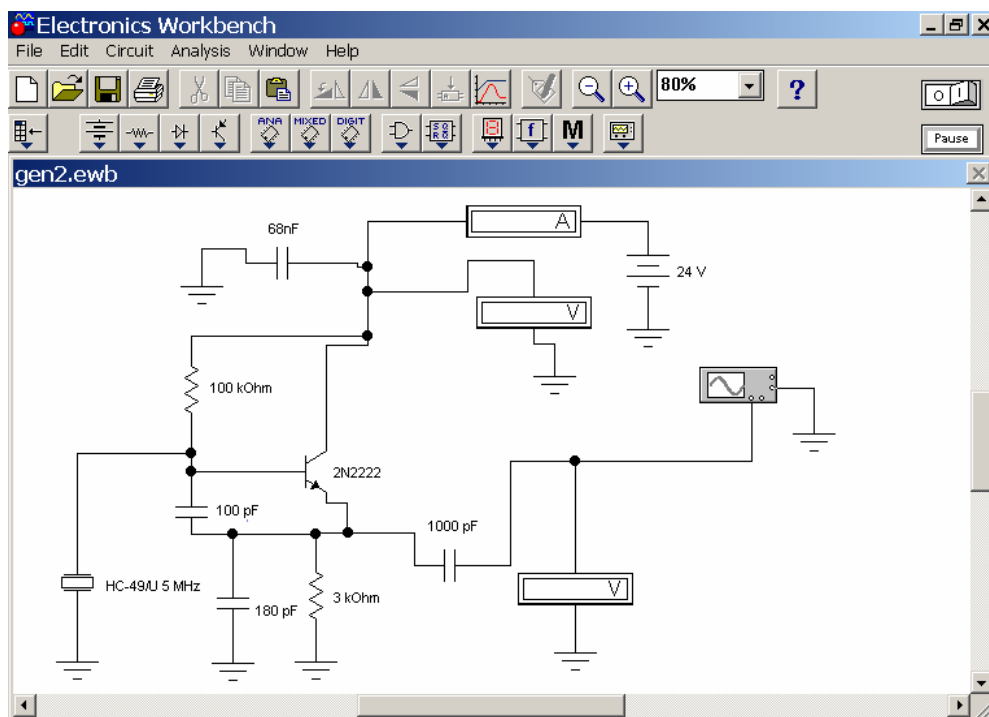
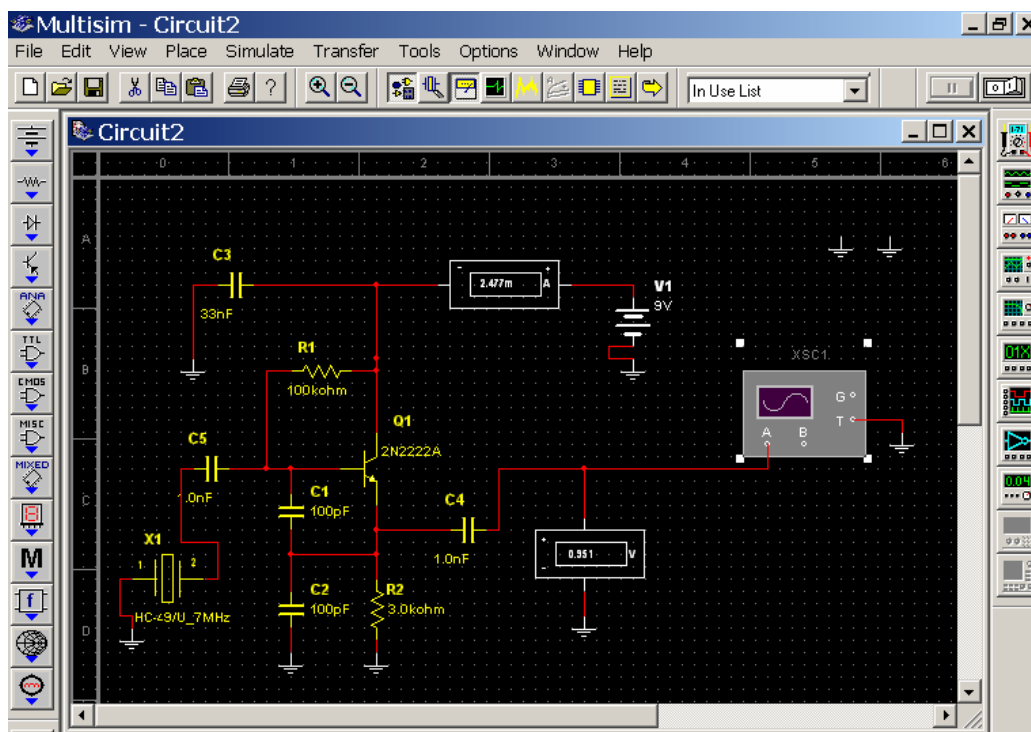
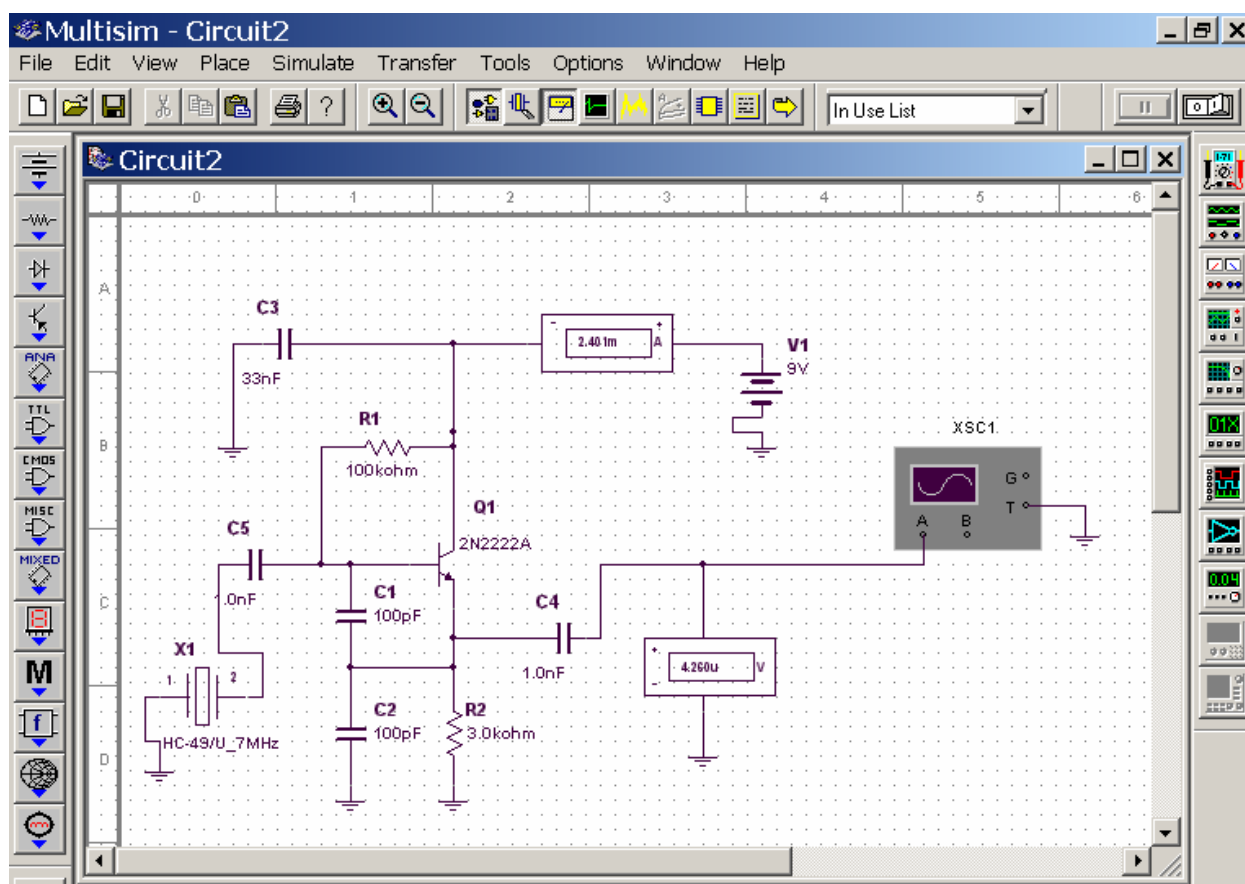
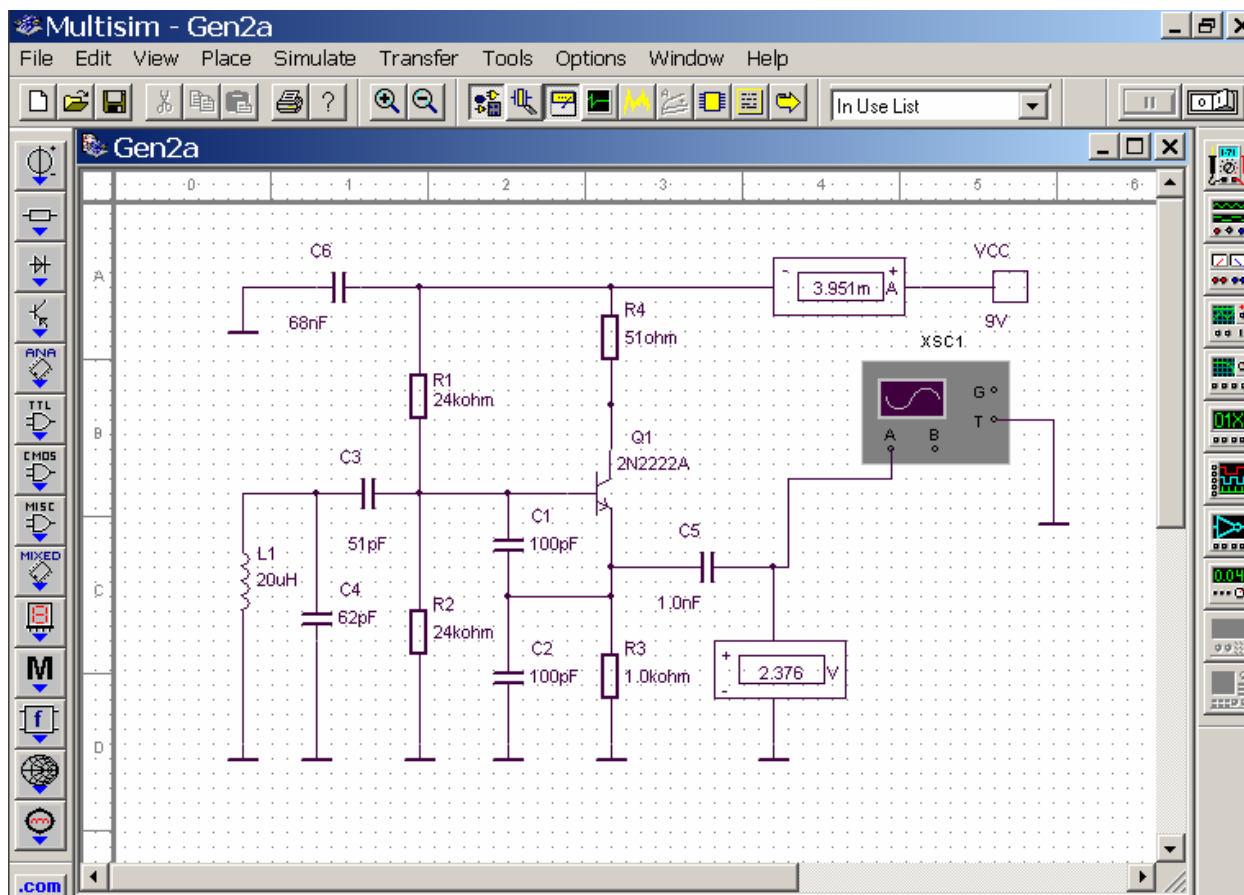

Рис. 1. Окно программы EWB 5.12
Рис. 2. Окно программы Multisim 2001
Рис. 3. Окно Multisim 2001 с измененными цветами
Рис. 4. Измененное рабочее окно программы Multisim 2001
На рис. 1 показано рабочее окно программы **EWB 5.12**, на рис. 2 – рабочее окно программы **Multisim 2001**.
Для печати в книге рисунок рабочего окна программы Multisim 2001 выглядит слишком темным. К счастью, в программе имеется возможность изменять цвета фона рабочего окна, цвета изображения компонентов и соединительных линий. Поэтому на рис. 3
- ❑ **Multisim 2001** имеет возможность в большом диапазоне менять цвета и фона и компонентов, выполнять рисунки компонентов или в американском, или в немецком стандартах (пункт меню **Options**). Все эти изменения могут быть установлены для вывода по умолчанию. На рис. 4 показано рабочее окно программы, в котором схема генератора выполнена по стандартам DIN (немецким). Сравните рис. 4 с рис. 1, рис. 2 и рис. 3.